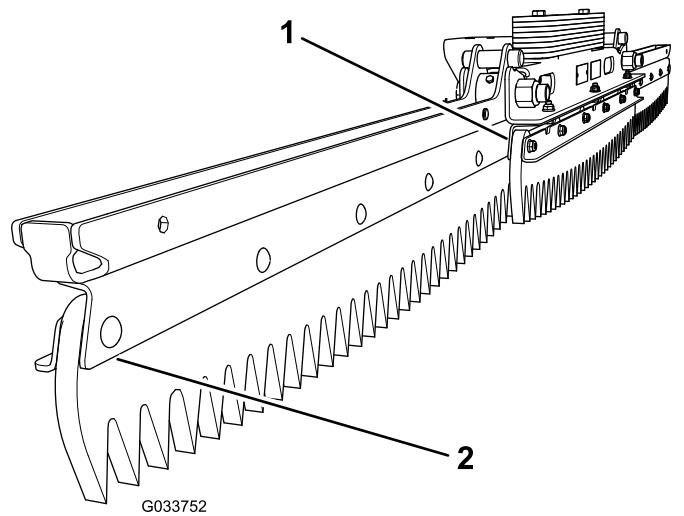

Figura 2
1. Posicione os conjuntos de forma a que a placa superior do conjunto central fique virada para a frente e que a placa superior de cada conjunto lateral fique virada para trás (Figura 2)